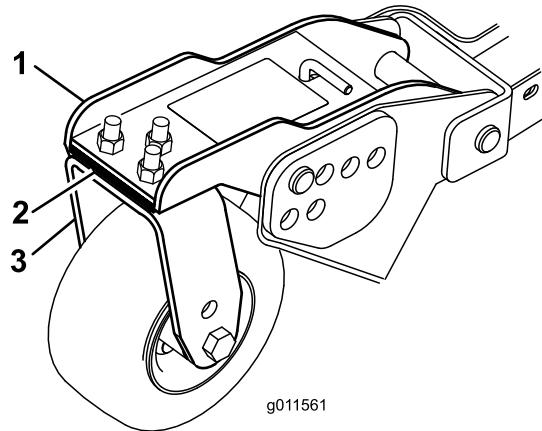

Bild 111
1. Entfernen Sie die Schrauben und Muttern, mit denen das vordere Laufrad an der Lauftradgabel befestigt wird (Bild 111).